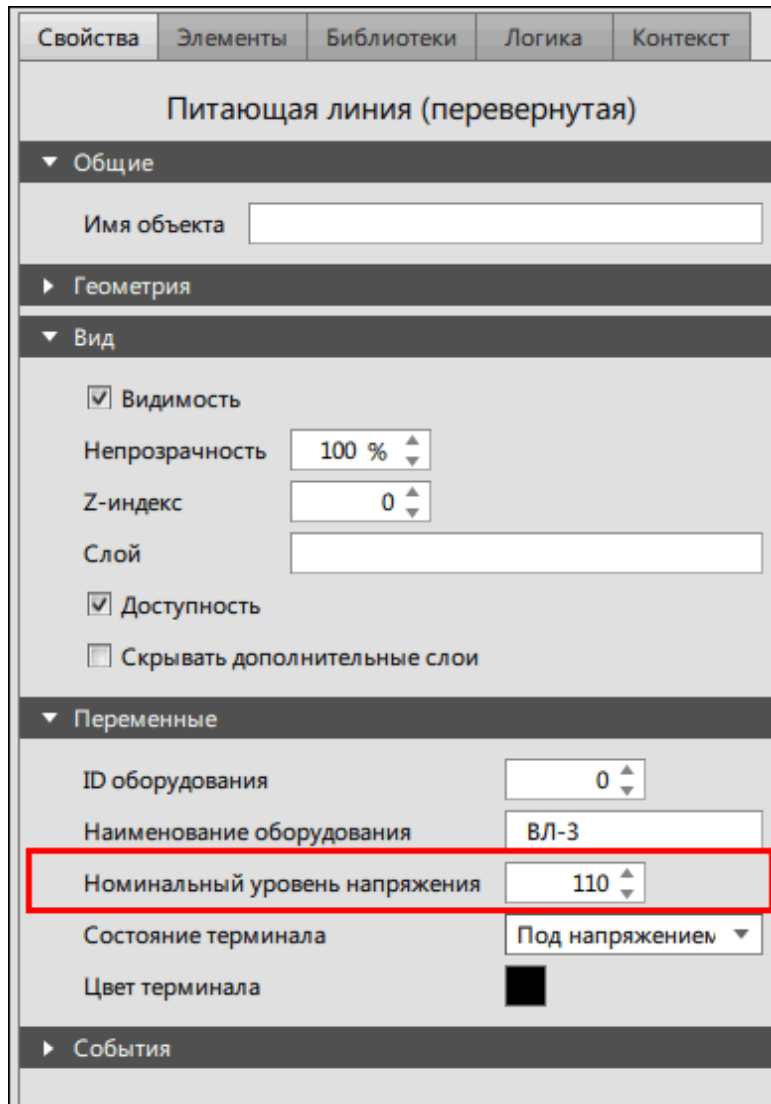

Рисунок 366 - Номинальный уровень напряжения
9. Укажите у ключевых элементов (генератор / силовой трансформатор / питающая линия / аккумулятор) присоединения мнемокадра номинальный уровень напряжения в свойствах (Рисунок 366).